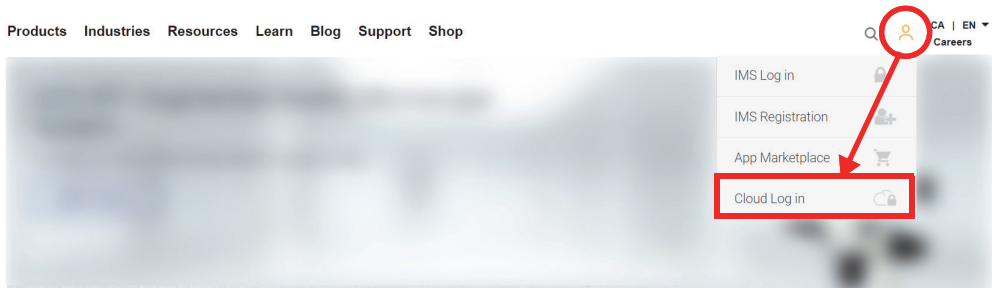

Figure 9-5 Cloud Log in (Connexion à l’OSC)
- Si vous devez créer un nouveau compte sur l'OSC, rendez-vous sur www.olympus-ims.com et cliquez sur **Cloud Log in** (Connexion à l'OSC) pour créer votre compte (Figure 9-5 à la page 246).